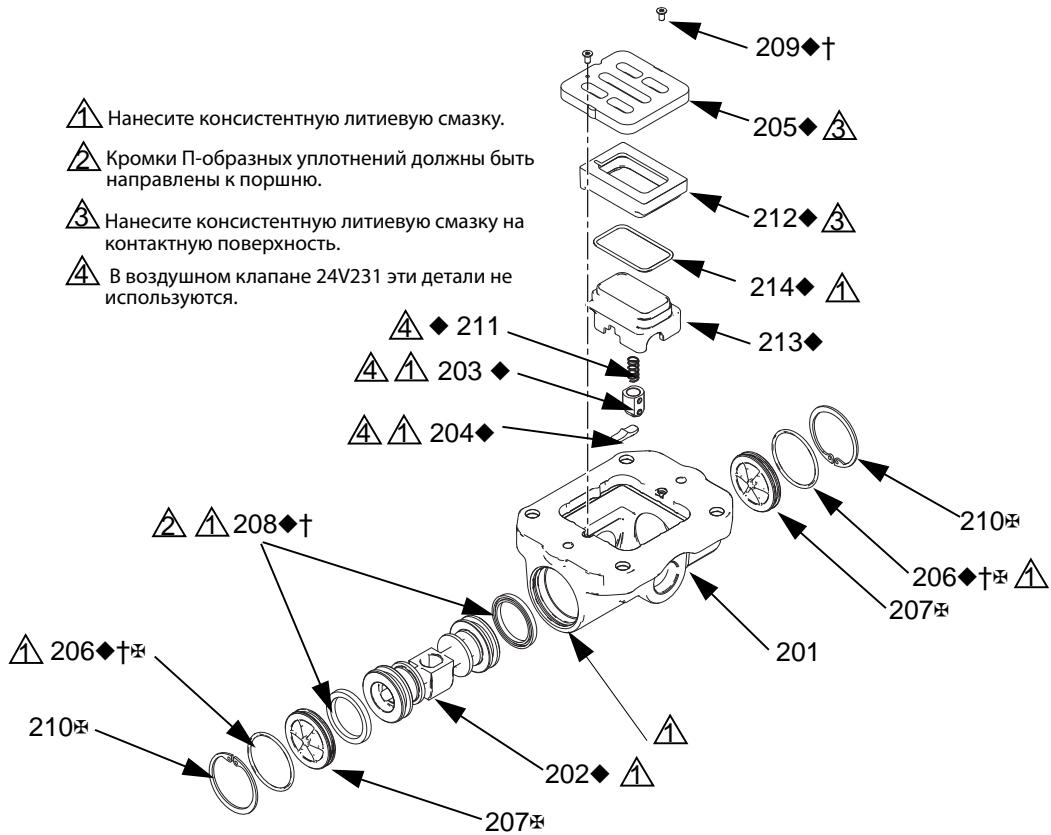

Рис. 2. Узел воздушного клапана
- См. Рис. 2. Используйте отвертку Torx (размеры T8 для алюминиевых центров и T10 для пластмассовых центров), чтобы снять два винта (209). Снимите клапанную пластину (205), узел манжеты (212-214), пружину (211) и узел фиксатора (203).
- Извлеките манжету (213) из основания (212). Извлеките уплотнительное кольцо (214) из манжеты.
- См. Рис. 2. Снимите стопорное кольцо (210) с каждого торца воздушного клапана. Используйте поршень (202), чтобы вытолкнуть торцевую крышку (207) с одного торца. Снимите П-образное уплотнение (208). Извлеките поршень с торца и снимите другое П-образное уплотнение (208). Снимите другую торцевую крышку (207) и извлеките уплотнительные кольца торцевой крышки (206).
- Извлеките стопорный кулачок (204) из корпуса воздушного клапана (201).